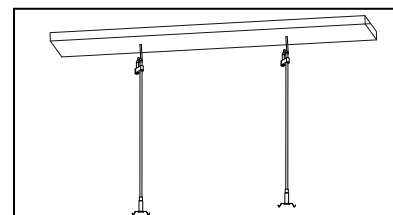

Рис. 1
- Закрепите стальные тросы на поверхности потолка по месту установки осветительного прибора (рис. 1).